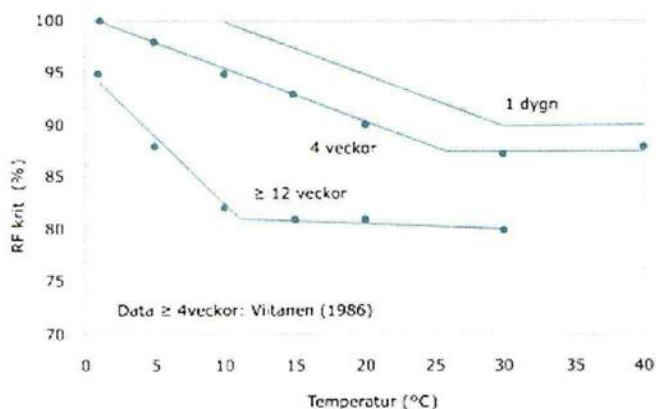

Fig 1. Kritiska fuktillstånd i trä (Träguiden) Tiden avser fuktbelastningens varaktighet
- Finns risk för att kritiskt fuktillstånd uppnås i någon del av konstruktionen (se Fig 1 nedan), i så fall var?